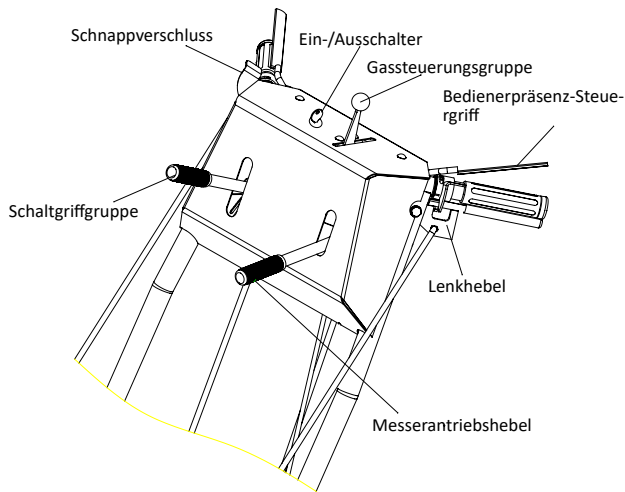

ABB. 1
2.6 Bedienelemente des Bedieners (siehe ABB. 1)